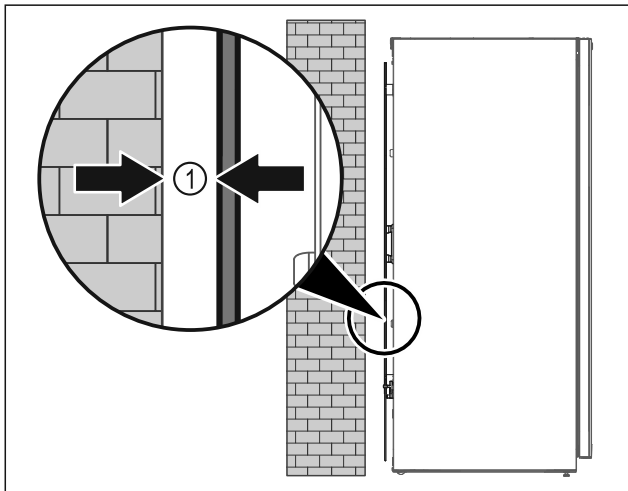

Fig. 4
- ▶ Gerät entweder frei im Raum oder direkt an einer Wand mit einem Mindestabstand von 5 mm Fig. 4 (1) aufstellen.